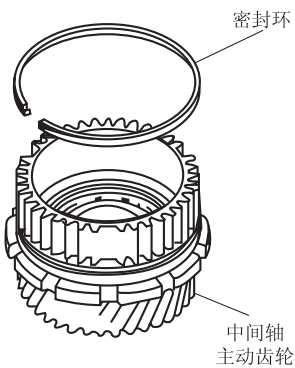

图 2-4 拆卸中间轴主动
⑮ 从起步离合器上拆卸中间轴主动齿轮（驻车齿轮），从中间轴主动齿轮（驻车齿轮）上取下密封环并检查是否有损坏，如图 2-4 所示。
⑯ 拆卸 ATF 磁铁，将其清洁干净，并重新装到自动变速器上。
⑰ 拆卸 ATF 滤清器卡环，拆卸并检查变速器油滤清器，如果被污染，则应更换新的变速器油滤清器。
⑱ 将自动变速器端盖朝上放置在工作台上。
⑲ 拆卸固定端盖的 15 只螺栓，然后拆卸端盖、定位销和垫圈。